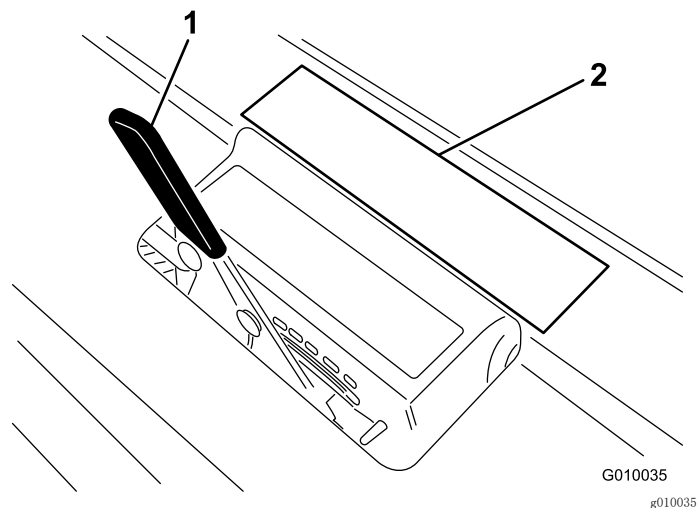

图28
3. 将打孔针平放到打孔针深度标贴上（图28），一头与所需的打孔深度对齐（请参考标贴上的打孔针图示）。